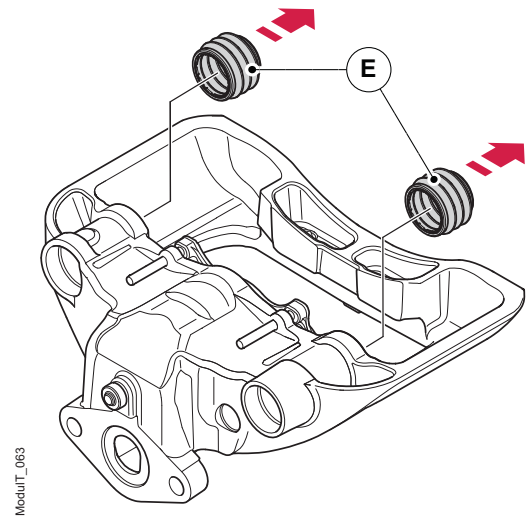

Figura 53. Desmontar guardapolvos de las guías de deslizamiento
6. Con la mano, quite con cuidado los dos guardapolvos de las guías de deslizamiento (E), véase la figura 53. Si es necesario, use un destornillador pequeño para hacer palanca y sacarlos. Tenga cuidado de no dañar las superficies de estanqueidad de los guardapolvos.